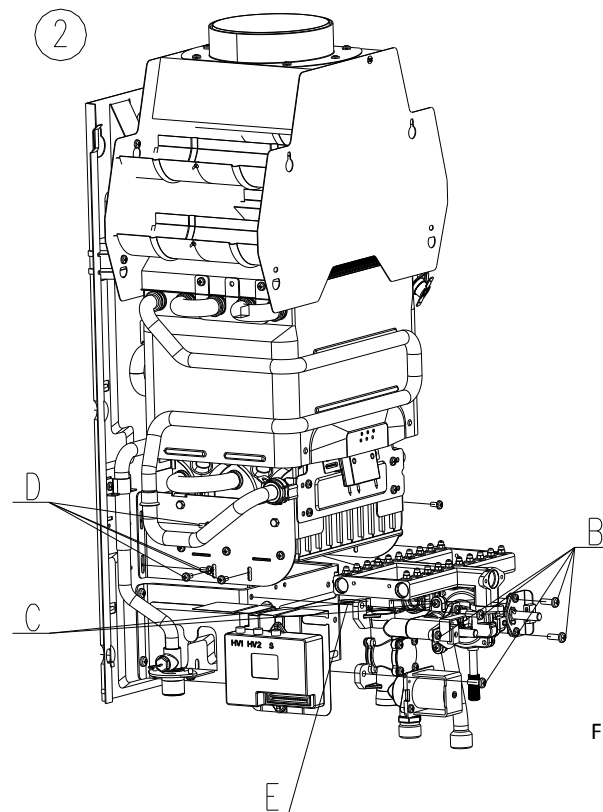

Figura 13
3. Destornille la conexión entre la válvula de agua y su soporte, remueva el clip se asegura la conexión de la válvula de agua-gas y el quemador. Remueva el cable de conexión a tierra de la válvula de agua (figura 13, punto B).
5. Remueva la conexión entre la válvula de agua-gas y el manifold de gas (figura 13, punto C).
6. Remueva la conexión del manifold de gas y sus soportes laterales. Suelte el resto de los tornillos de ambos lados de los soporte, suelte el manifold y remuévalo (figura 13, paso D).